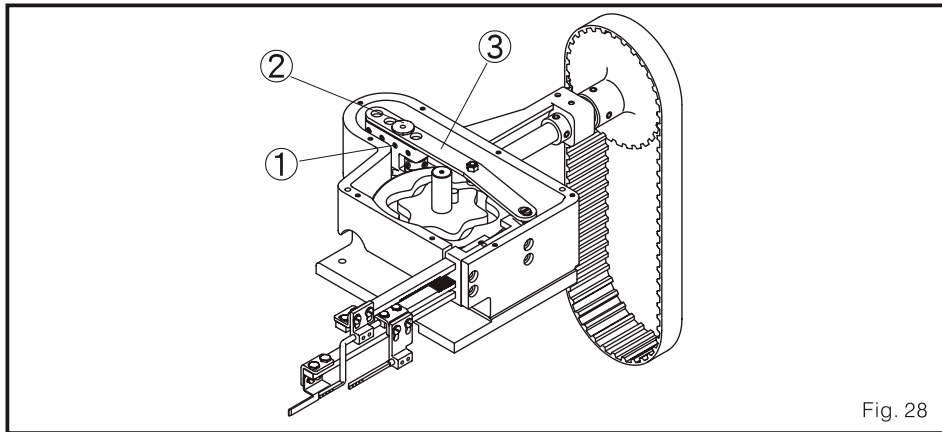

Fig. 28
1. Abrir a cobertura superior, e solte o parafuso 1 com uma chave inglesa hexagonal. (Fig. 28)